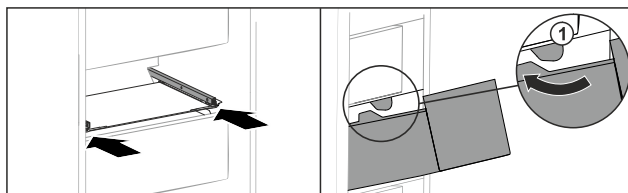

Fig. 151
- ▶ Før skuffen omkring stoppene Fig. 151 (1).